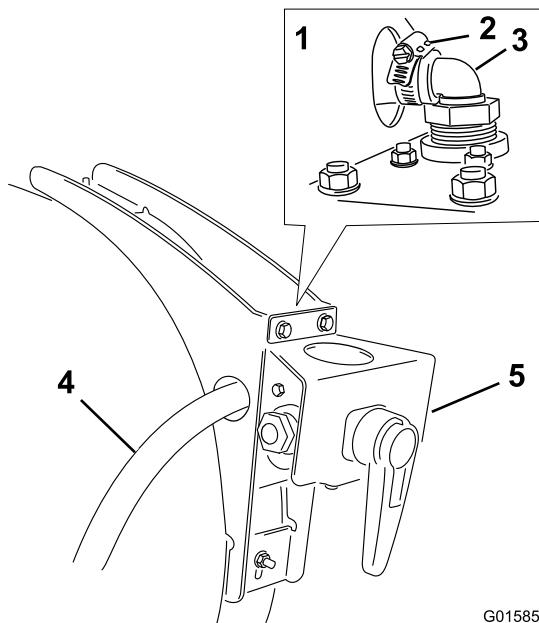

Bild 24
- Befestigen Sie das Schlauchende mit dem hinteren 90-Grad-Schlauchtülleanschluss auf dem Vierwegeventil (Bild 24).